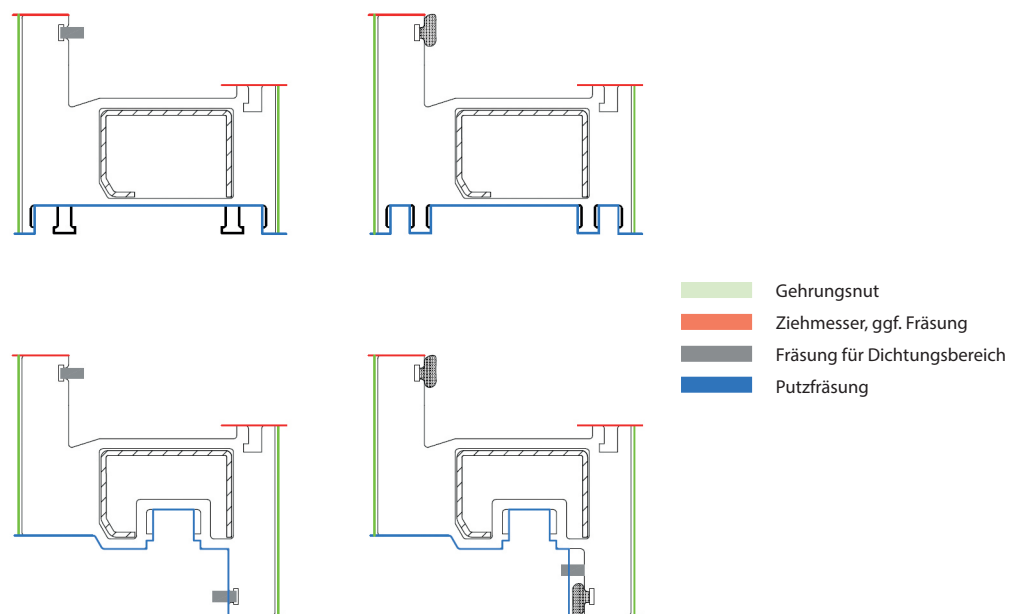

Abb. 14: Verputzen in den Funktionsbereichen
- Arbeiten Sie besonders in Funktionsbereichen sehr sorgfältig (Stichworte: Einbau des Beschlags in die Euronut und Ebenheit von Dichtungsanlagen usw.), siehe „Putzfräsung“ und „Gehrungsnut“ in Abb. 14.